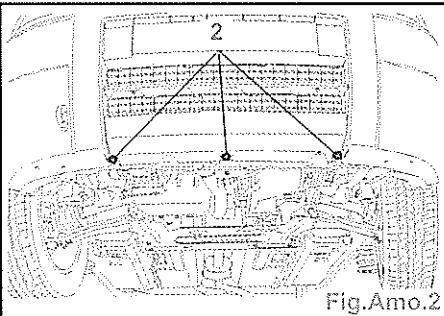

Fig.Amo.2
- Déposer les vis (2) (Fig.Amo.2).